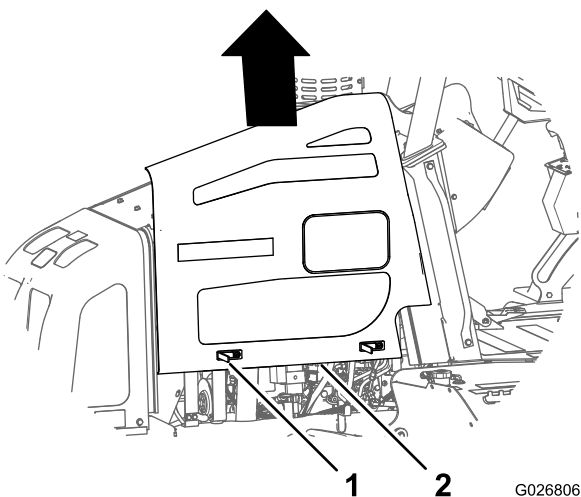

Figura 66
4. Levante o painel, removendo-o da máquina (Figura 66).